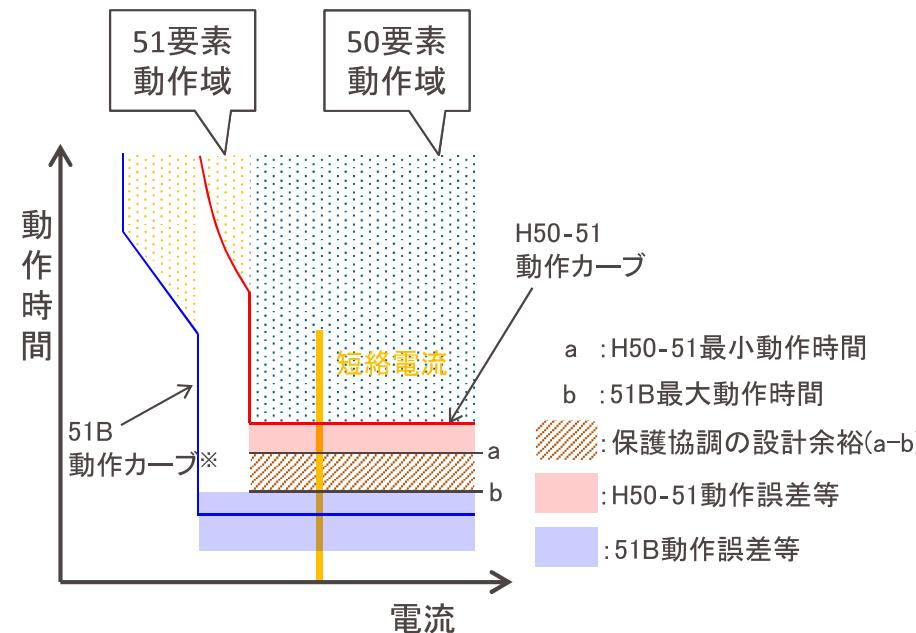

図5 保護協調カーブ
- ✓ さらに図5の通りH50-51保護リレーを採用した場合においても保護協調に設計余裕をとっており、図6の短絡事故においてH50-51が51Bよりも先に動作（協調逆転）することは無いことも確認済である。